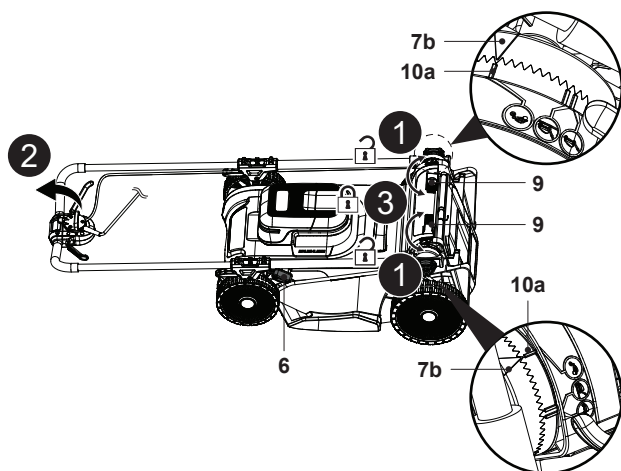

Fig. 21
- Retire o recipiente de recolha de relva (8)/encaixe do triturador (24).
- Coloque a alavanca de ajuste da altura de corte (13) na posição mais baixa.
- Desaperte as duas alavancas de aperto (9) e, em seguida, dobre completamente o conjunto da pega (Fig. 21, passos 1, 2).
- Fixe as ligações bloqueando as duas alavancas de aperto (9) e certifique-se de que o triângulo de indicação (7b) está alinhado com o indicador de estacionamento (10a) para evitar a dispersão (Fig. 21, passo 3).